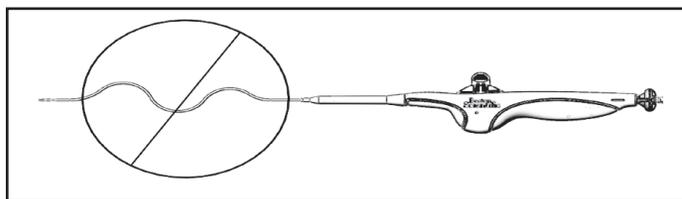

Figure 5. Suppression de la laxité
10.9 Procédure de déploiement du stent (voir la Figure 5)
- Le fait de ne pas éliminer la laxité (voir la **Figure 5**) ni la courbure du cathéter du système de mise en place entre la gaine d'introduction/de guidage et la poignée du système de mise en place pendant le déploiement risque de compromettre la précision du déploiement, tout particulièrement dans les cas ipsilatéraux.